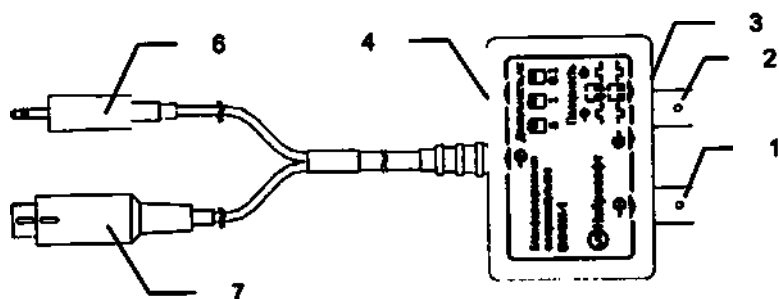

Рис. 2
2. Для подключения к «Нейро-МВП-Микро» и «Нейрон-Спектр» (рис. 2).
- 6. Разъем подключения к выходу синхронизации приборов «Нейро-МВП-Микро» и «Нейрон-Спектр» (рис. 2).
- 7. Разъем подключения к выходу видеостимулятора приборов «Нейро-МВП-Микро» и «Нейрон-Спектр» (рис. 2).